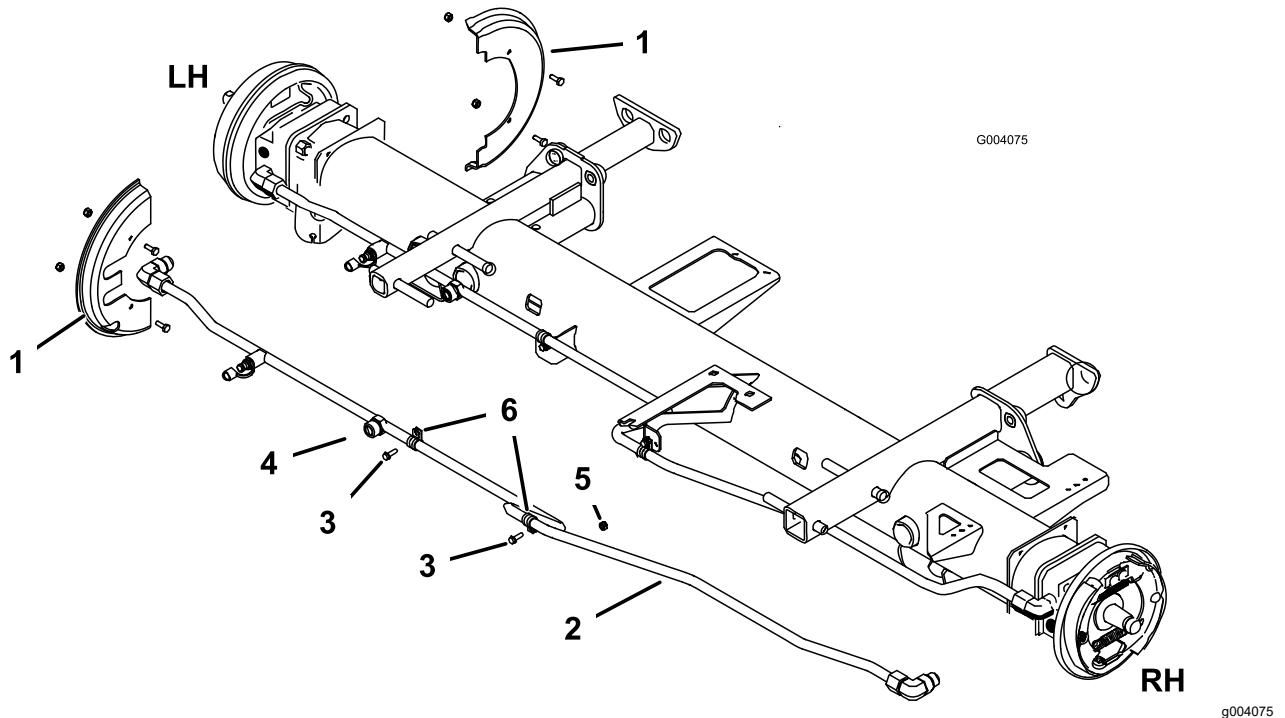

Bild 10
3. Entfernen Sie die Kopfschrauben und Muttern, mit denen die Radschutzbretter an den Vorderachsenflanschen befestigt Abdeckung an den Vorderachsenhalterungen befestigt sind (Bild 10).
4. Schließen Sie das Hydraulikrohr vom oberen Anschlussstück am Radmotor vorne links und das untere Anschlussstück vom Radmotor vorne rechts ab (Bild 10).
5. Entfernen Sie die R-Klemmen, mit denen das Rohr am Rahmen (Bild 10) befestigt ist, und die Kabelbinden, mit denen die Bremszüge an den Hydraulikschläuchen befestigt sind.
6. Trennen Sie den linken Schlauch von der variablen Pumpe und dem Hydraulikrohr (Bild 10). Nehmen Sie auch das 45°-Anschlussstück unten an der variablen Pumpe ab (Bild 10).
6. Befestigen Sie die Radschutzbleche mit den vorher entfernten Kopfschrauben und Muttern an den Vorderachsenflanschen (Bild 10).